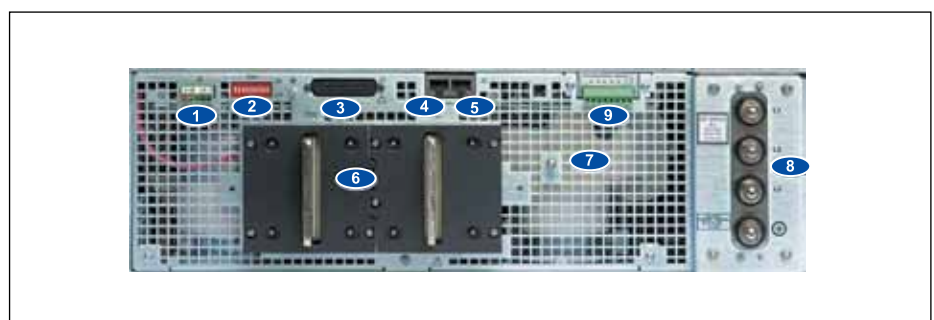

Рис. 3. Внешний вид задней панели GEN30–500
Внешний вид задней панели GEN30–500 показан на рис. 3.
Все новые модели серии Genesys 3U, так же, как и предыдущие, имеют стандартный встроенный 16-разрядный цифровой интерфейс RS-232/RS-485. В базисной комплектации прибора на разъем 5 (рис. 3) выведен интерфейс RS-232 со скоростью передачи от 1200 до 19200 кбит/с. Для выбора интерфейса используется переключатель SW1 (6): нижнее положение соответствует RS232, а верхнее переключает разъем в режим RS485.